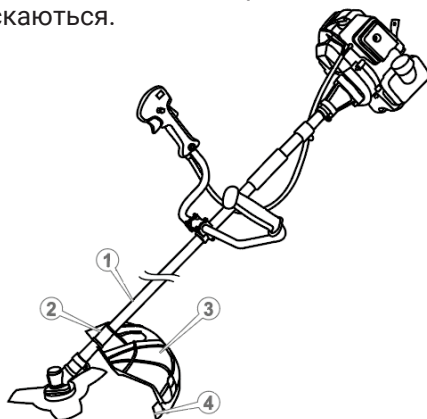

Рисунок 6. Схема встановлення захисного кожуха.
- встановити ніж (4, рис. 6) для обрізання жилки на захисний кожух (3, рис. 6) і надійно закрутити за допомогою фіксуючих кріплень;
- встановити захисний кожух (3, рис. 6) на «штангу» за допомогою комплекту кріплень так, щоб позиціонуючий отвір скоби (2, рис. 6) поєднався із відповідним отвором «штанги» (1, рис. 6), та зафіксувати гвинтами з комплекту. Переконайтеся в надійності кріплення захисного кожуха — прокручування не допускаються.
Жилка під час роботи зношується. Щоб замінити робочі кінці жилки — нахилити мотокося у такий спосіб, щоб різальна головка злегка короткочасно торкнулася корпусом поверхні землі, що призведе до виходу нової частини жилки, а зайва буде автоматично відрізана різальним ножем (4, рис. 6).